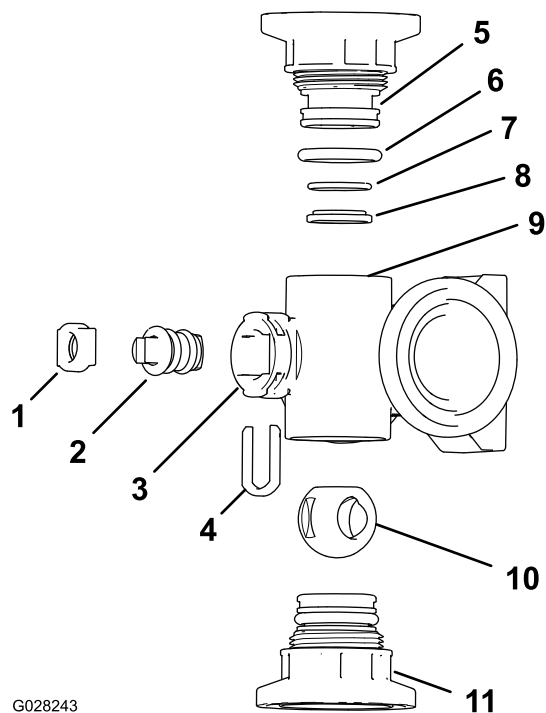

図 120
2. マニホルドのボディ両端部にあるエンドキャップフィッティングアセンブリ2個を取り外す 図 120 と 図 121。
4. マニホルド内部のステムポートのスロットからステムリテーナを取り外す 図 120 と 図 121。
5. マニホルドからステムリテーナとバルブシートを取り外す 図 120 と 図 121。
6. マニホルドボディの中に手を入れてバルブステムアセンブリを取り出す 図 120 と 図 121。
1. 出口フィッティングの Oリング個別ブームバルブマニホルドのみ、エンドキャップの Oリング、バックシートの Oリング、ボールシートそれぞれに傷や過度の摩耗がないか点検する 図 120 と 図 121。
2. バルブのステムにグリスを塗り、ステムをバルブステムシートに取り付ける 図 120 と 図 121。
3. バルブステムとシートをマニホルドに取り付けてステムリテーナで固定する 図 120 と 図 121。
4. バックシートの Oリングとボールシートが相互に整列しており、エンドキャップのフィッティングに適切に収まっていることを確認する 図 120 と 図 121。
5. エンドキャップフィッティングアセンブリをマニホルドボディに取り付け、エンドキャップフィッティングのフランジがマニホルドのボディに接触したら 図 120 と 図 121、その位置からさらにバルブを 1/8-1/4 回転締め付ける。